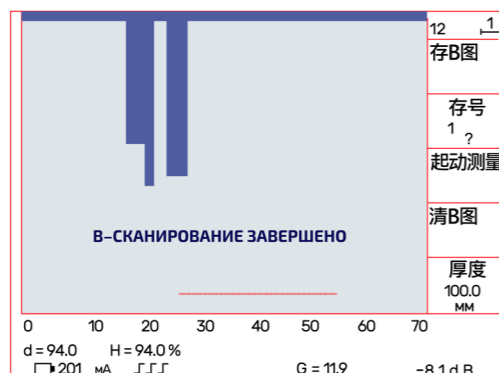

Рис. 47 Завершение сканирования
По завершению сканирования полученную диаграмму В-развёртки (см. рис. 47) можно сохранить. Для этого нажмите кнопку (F2), энкодерами (A), (B) и (C) устано-